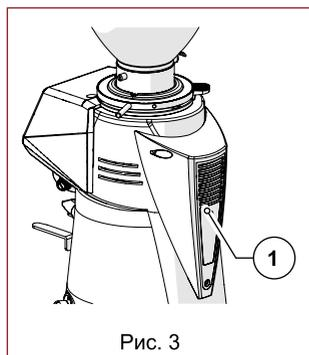

Рис. 3
• Охлаждающий вентилятор (Рис. 3)